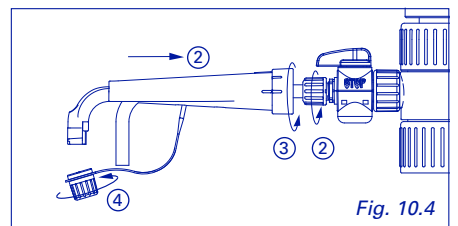

Fig. 10.4
- 3 Inserire il beccuccio erogatore (Fig. 10.4)
- 3 Insertar la boquilla (Fig. 10.4)
- 3 Inserir o bico (Fig. 10.4)